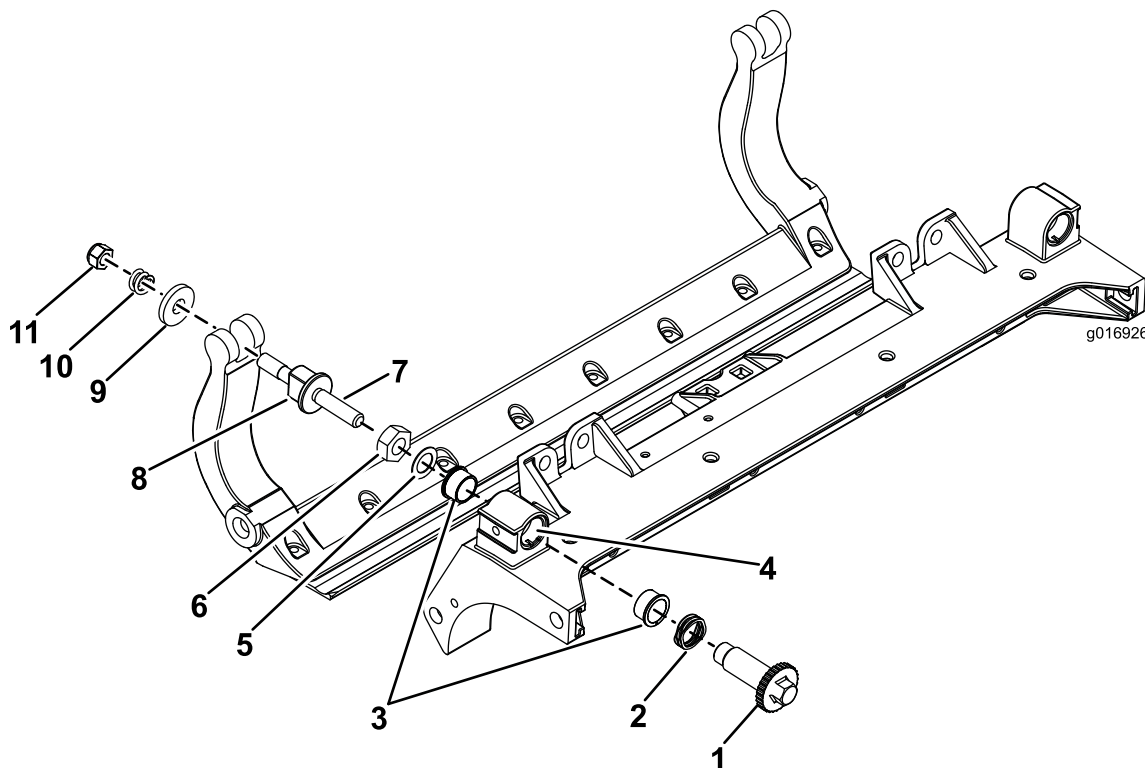

Рисунок 35
1. Снимите все детали (см. *Инструкции по установке* для HD комплекта DPA и Рисунок 35).
2. Нанесите противозадирный состав на внутреннюю поверхность втулки на центральной раме режущего блока (Рисунок 35).
3. Совместите шпонки фланцевых втулок с прорезями в раме и установите втулки (Рисунок 35).
4. Установите волнистую шайбу на вал регулятора и вставьте вал регулятора во фланцевые втулки, установленные в раме режущего блока (Рисунок 35).
5. Закрепите шпindel регулятора с помощью плоской шайбы и контргайки (Рисунок 35).
12. На нейлоновые шайбы установите стальные шайбы (Рисунок 35).
Примечание: На внутренней стороне пластин шайбы могут быть установлены с зазором (Рисунок 35).
15. Затяните гайку на каждом узле регулировки планки неподвижного ножа до полного сжатия пружины, а затем отпустите гайку на ½ оборота (Рисунок 35).